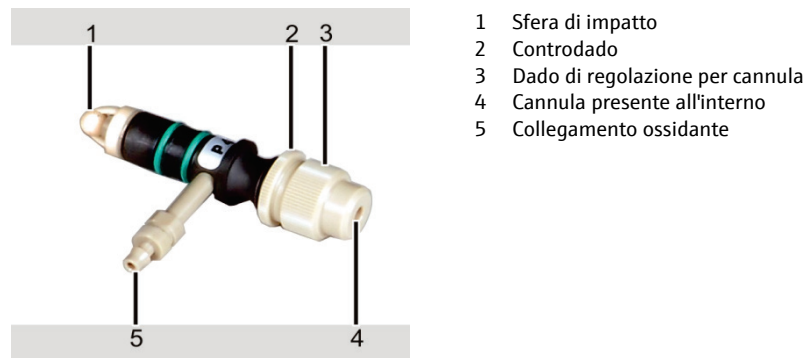

Fig. 62 Componenti singoli del nebulizzatore
- Allentare il controdado (2 in Fig. 62).
- Regolare la profondità della cannula con il dado di regolazione (3 in Fig. 62).
Al termine della procedura di regolazione, fissare con il controdado (2 in Fig. 62).